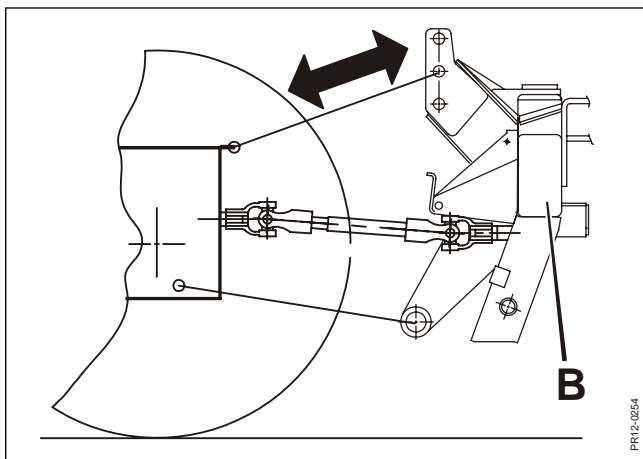

Fig. 2-14
- Fig. 2-14** Die Maschine wird in Arbeitsstellung abgesenkt, und die Länge der Oberlenker wird so eingestellt, dass der Toprahmen **B** senkrecht ist.